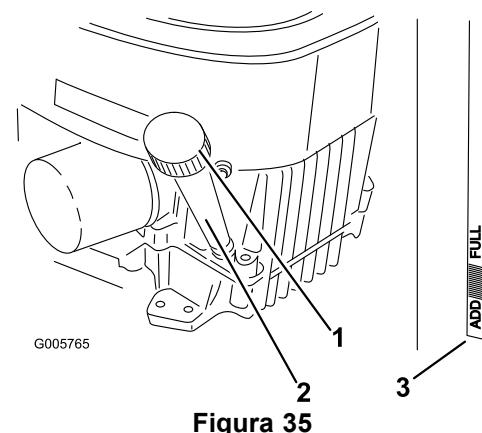

Figura 35
4. Limpie alrededor de la varilla de nivel de aceite (Figura 35) para impedir que caiga suciedad por el orificio de llenado y cause daños en el motor.
5. Desenrosque la varilla de aceite y límpie el extremo (Figura 35).
- Cambie el filtro de aceite, si es necesario (Figura 35).
- Limpie alrededor de la varilla de aceite y desenrosque el tapón (Figura 35).
- Vierta lentamente un 80% aproximadamente de la cantidad especificada de aceite por el tubo de llenado (Figura 35).